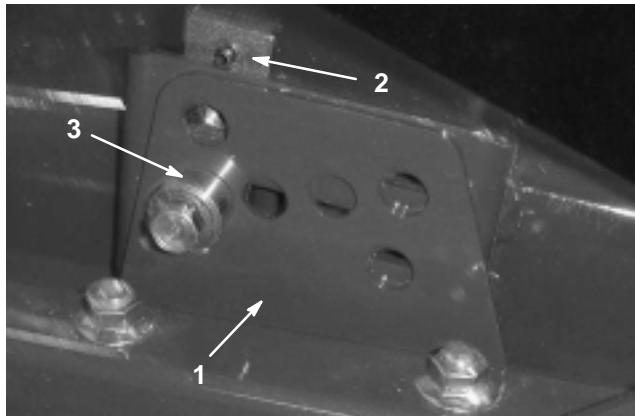

Bild 2
2. Lockern Sie die Kopfschrauben, mit denen die Schnitthöheneinstellhalterungen an der Schnitthöheneinstellplatte (vorne und an beiden Seiten) befestigt sind (Bild 2).
4. Nehmen Sie das Distanzstück ab (stützen Sie die Kammer dabei ab) (Bild 2).